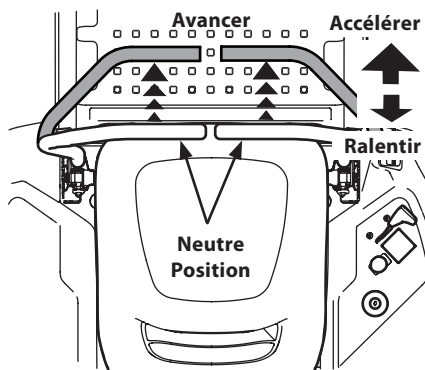

Figure 21
1. Avancez lentement et régulièrement les deux leviers de contrôle de la barre abdominale. Le tracteur commencera à avancer. Consultez la Figure 21.